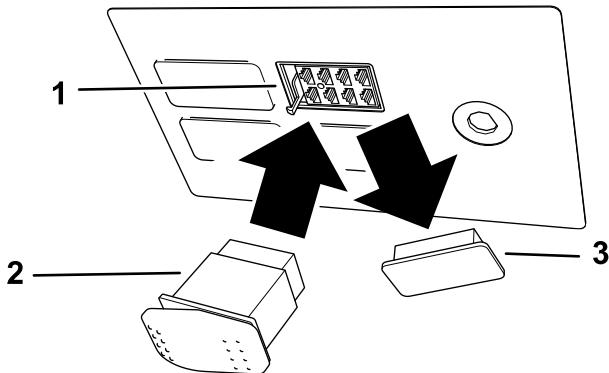

Figura 7
5. Retire y deseche el tapón del hueco delantero derecho del panel de interruptores (Figura 7).
6. Enchufe el conector eléctrico en el interruptor e instale el interruptor en el panel de interruptores (Figura 7).